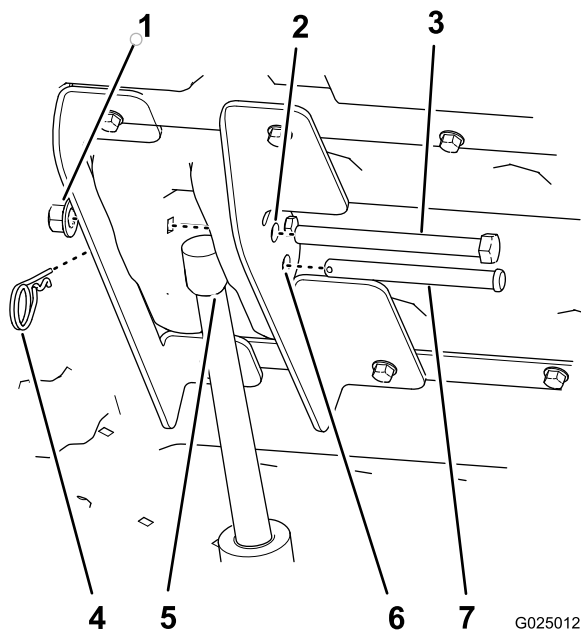

Figure 24
8. Fixez la tige de l'actionneur de relevage aux supports avec l'axe de chape (3-1/2 po) et une goupille fendue (Figure 24).
10. Insérez le boulon à tête hexagonale (1/2 x 5-1/2 po) dans les trous de 12,7 mm restants des supports de relevage intérieur et extérieur (Figure 24), et fixez-le avec un écrou (1/2 po) jusqu'à ce que l'écrou à embase soit bien serré.